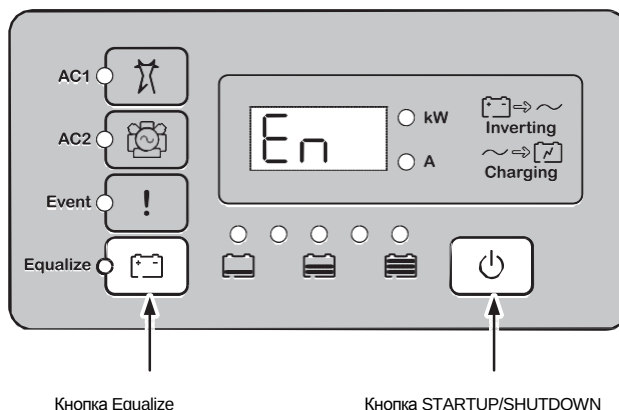

Рис. 3-17. Режим включения инвертора
- ◆ на информационной панели инвертора нажмите одновременно кнопки STARTUP/SHUTDOWN и Equalize. Устройство Conext XW+ включится, на информационной панели инвертора кратковременно отобразится надпись **En** (enabled; включено), как показано на рис. 3-17.